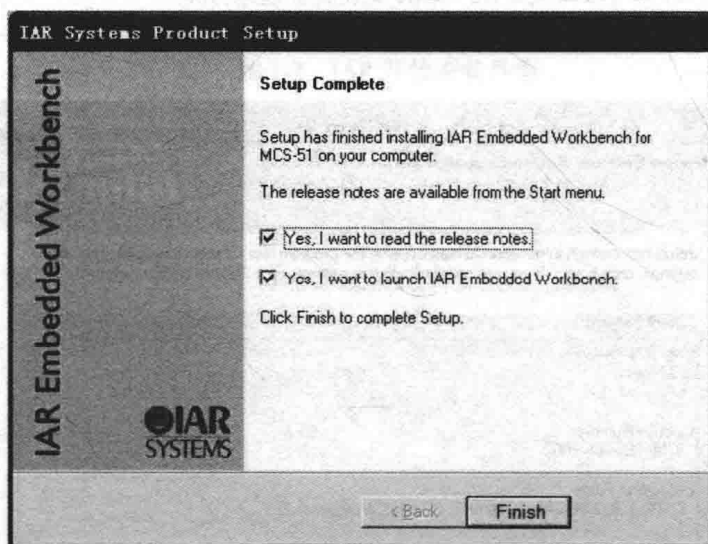

图 1-7 IAR 安装完成界面
(9) 当进度达到 100%时，将跳到下一个界面，在此可以选择查看 IAR 介绍以及是否立即运行 IAR 集成开发环境，如图 1-7 所示，单击 Finish 按钮完成安装。